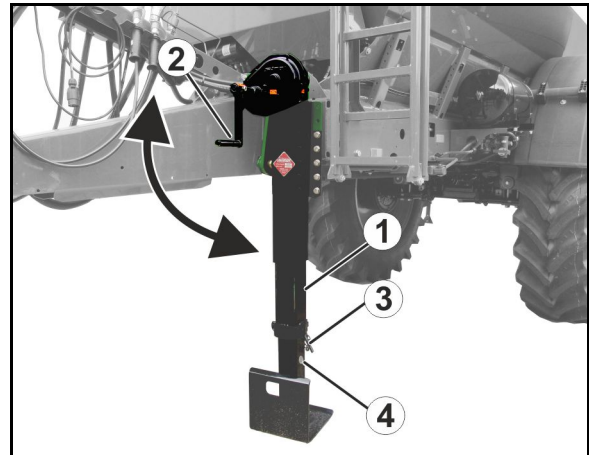

Fig. 42
1. Drej støttefoden (Fig. 42/1) op til anslaget med håndsvinget (Fig. 42/2).
2. Træk bolten (Fig. 42/3) ud af støttefoden.
4. Sæt bolten i det nederste hul (Fig. 42/4), og husk at sikre.
1. Hold fast i støttefodens indvendige del, og træk bolten (Fig. 42/3) ud af støttefoden.
4. Drej støttefoden (Fig. 42/1) ned til anslaget ved hjælp af håndsvinget (Fig. 42/2), til trækøjet er aflastet.